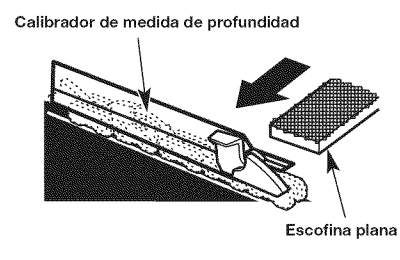
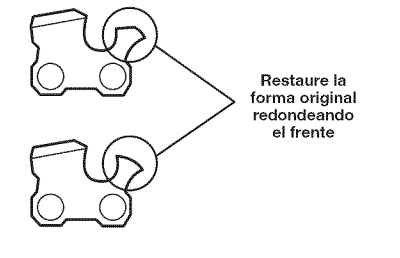

Fig. 46
Fig. 47
- Use una escofina plana y un calibrador de medida de profundidad para rebajar uniformemente todos los calibres (Fig. 46). Use un calibrador de medida de profundidad de 1/32 pulgada (0.6 mm). Después de rebajar cada calibre de profundidad, restaure la forma original redondeando el frente (Fig. 47). Tenga cuidado de no dañar los eslabones impulsores colindantes con el borde de la escofina.